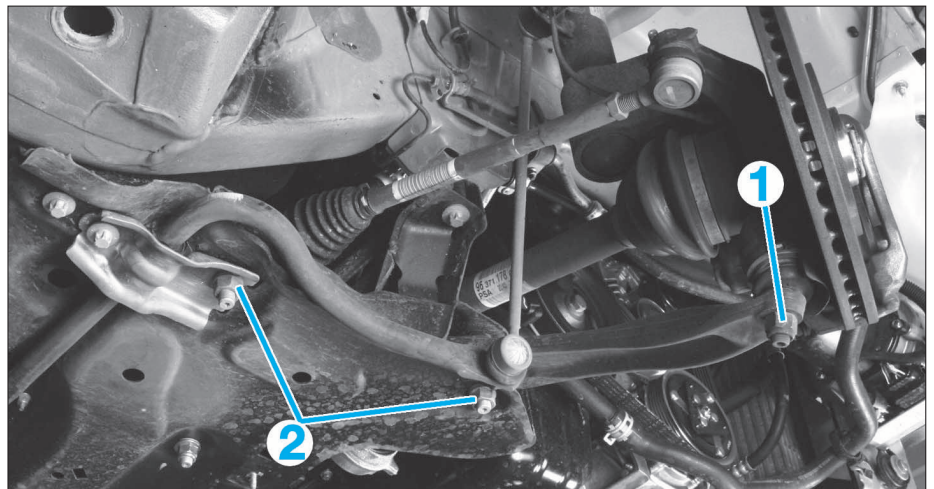

FIG. 17
- Déposer l'écrou (2).
- Déposer les écrous (1) et (2) (Fig.17).
- l'épingle (1)
- le frein d'écrou (2).
- Déposer l'écrou (1) (Fig.17).